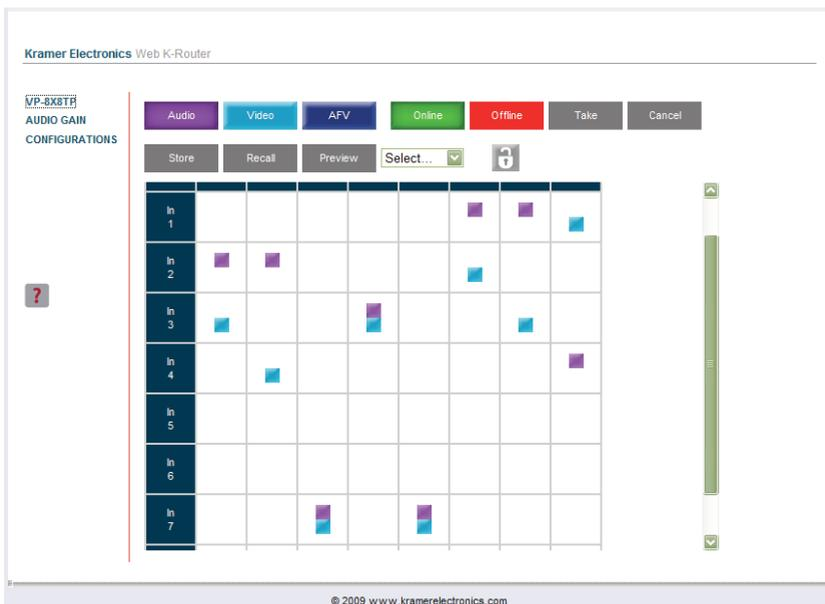

Рис. 19. Страница главной матрицы коммутации
3. Щелкните **Run (Выполнить)**. Открывается главная страница управления коммутацией, представляющая собой графическое изображение передней панели (см. рис. 19).